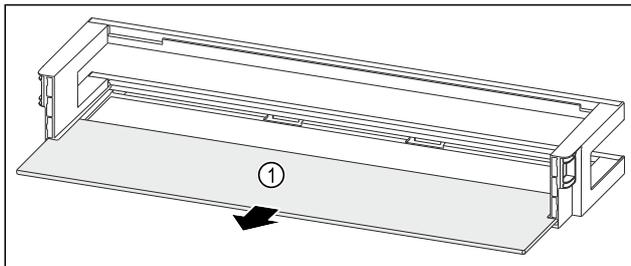

Fig. 118 Balconcino controporta con ripiano
- ▶ Rimuovere il ripiano Fig. 118 (1).